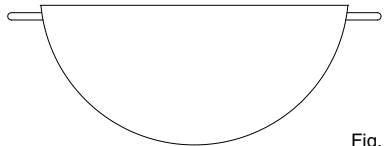

Fig. 6a
- O tacho a ser utilizado para o modelo "wok indução" deve ser hemisférico ver fig. 6a.